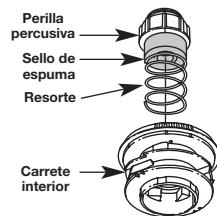

Fig. 20
1. Saque la perilla percusiva, el resorte y el sello de espuma girando la perilla percusiva en sentido antihorario (Fig. 20 & 22).
- 2. Saque la botón de tope, el resorte y el sello de espuma (Fig. 20).
7. Coloque la botón de tope, el resorte y el sello de espuma en la bobina exterior (Fig. 20).